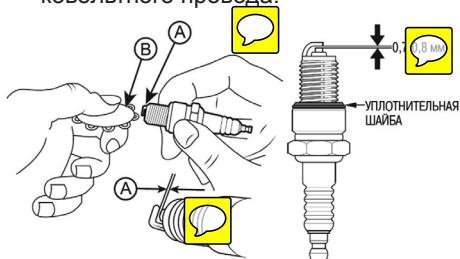

Рис. 13 Проверка зазора между электродами
- Измерьте зазор между электродами свечи зажигания специальным щупом. Зазор должен быть 0,6-0,7 мм (Рис. 13). При увеличении или уменьшении требуемого зазора рекомендуется заменить свечу, так как регулировка зазора может привести к изменению качества искрообразования.